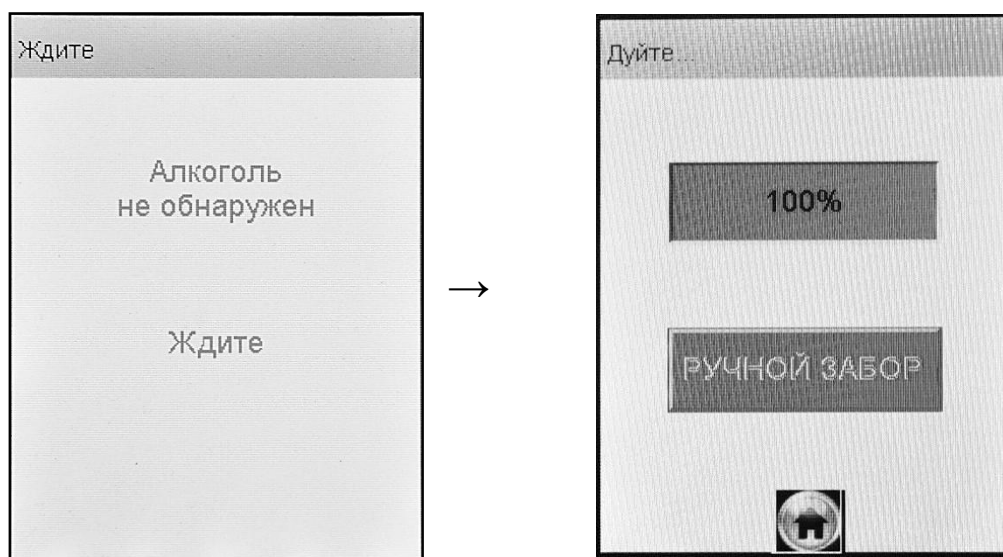

Рисунок 16 – Готовность к отбору пробы
- при положительном результате проверки (при отсутствии этанола и других компонентов), анализатор перейдет в окно готовности к отбору пробы (рисунок 16, справа);
Целесообразно прекратить выдох. Для возобновления процедуры измерения нажмите виртуальную кнопку «**Повтор**», после перехода анализатора в окно готовности к отбору пробы (рисунок 16, справа) обследуемый может повторить выдох согласно 2.7.11 настоящего РЭ.